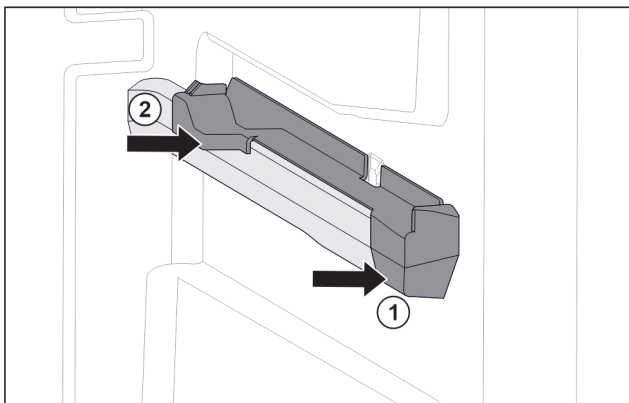

Fig. 103 Nasazovací díl na pravém žebrování na nádoby
- ▶ Nasadte nasazovací díl na žebrování na nádoby. Fig. 103 (1)
- ▶ Přitlačte nasazovací díl k zadní části. Fig. 103 (2)